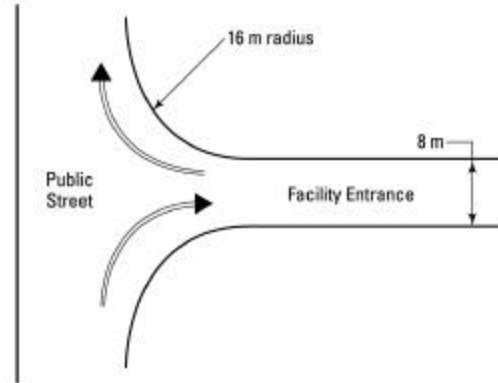

Fig. 5
- Vueltas en ángulo recto hacia la instalación con un radio mínimo de 16 m (Fig. 5).
- Caminos de acceso en un solo sentido que tengan por lo menos 4 m de ancho y caminos en dos sentidos que tengan por lo menos 8 m de ancho (Fig. 5).